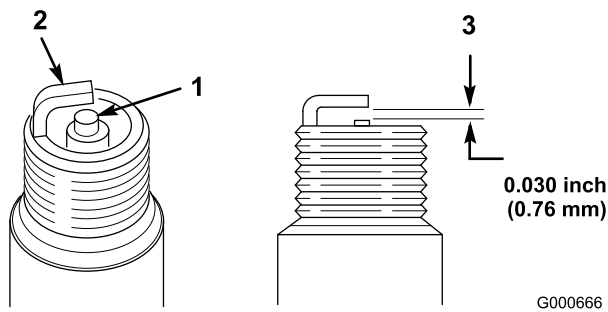

Figure 26
2. Contrôlez l'écartement entre les électrodes centrale et latérale (Figure 26) et pliez l'électrode latérale si l'écartement est incorrect.